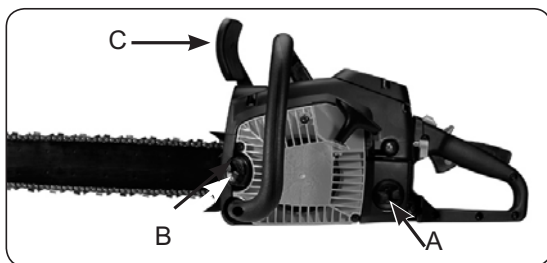

Рис. 6
1. Заправьте резервуар для топлива (A) правильной топливной смесью (Рис. 6).
2. Наполните резервуар для масла (B) правильно подобранной смазкой для цепи и шины (Рис. 6).
3. Убедитесь в том, что тормоз цепи (C) освобожден перед пуском пилы (Рис. 6).